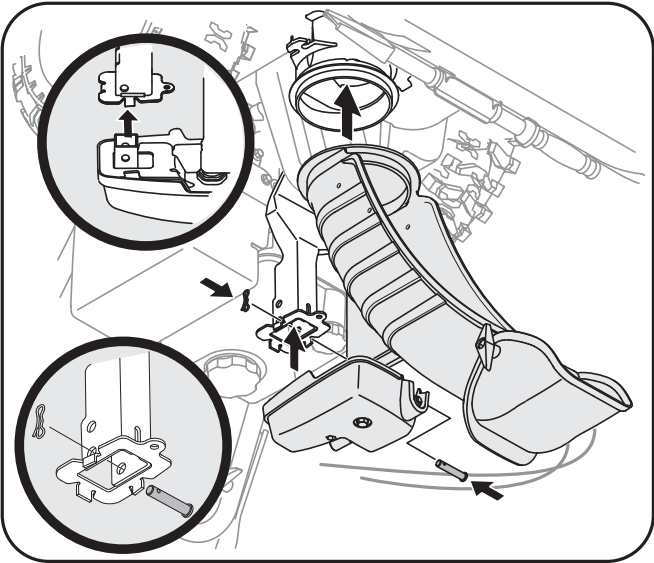

Fig. 3-4
- Positionnez la goulotte (tournée vers l'avant) sur sa base. Placez la goulotte sur sa base et attachez-la sur son support en utilisant l'axe de chape et la goupille fendue enlevés plus tôt. Voir la Fig. 3-4.